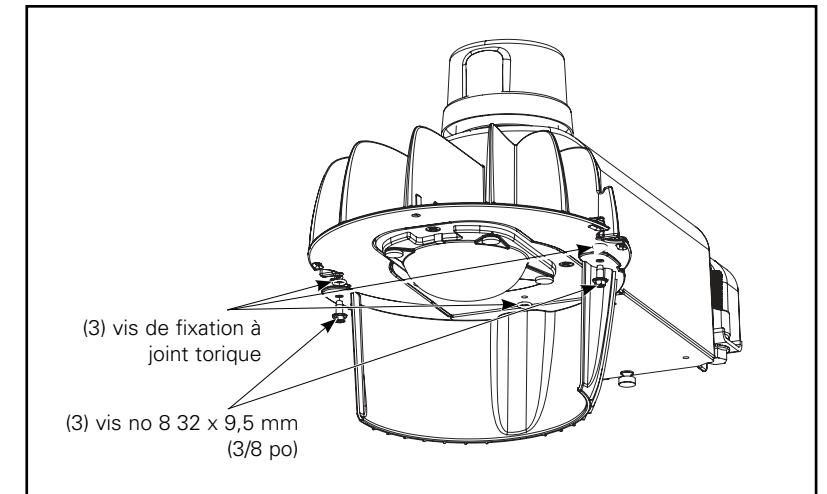

Figure 12.
1. Insérez les vis autotaraudeuses à formage de filet fournies dans les emplacements de montage de la paroi protectrice pour maison et placez les joints toriques fournis sur les têtes de vis pour maintenir les vis à la paroi protectrice pour maison. Installez la paroi latérale protectrice pour maison sur le boîtier. (Figure 12.)